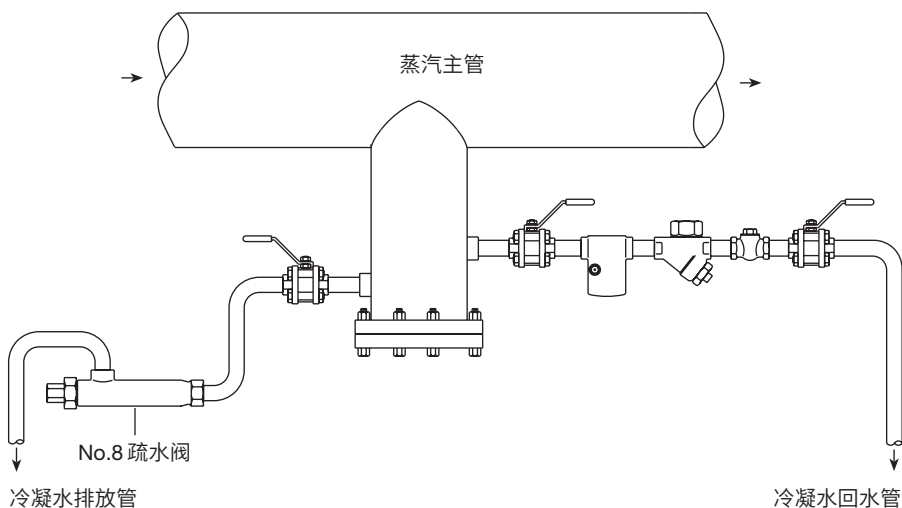

图2
- 3.5** 由于产品具有定温排放的特性，因此可用作关机后排放冷凝水的疏水阀，其出口必须在阀的上面（如图2所示），以保证感温元件完全浸没。流经出口的冷凝水应被引流至低于阀体的排水管出口，并被排放到安全位置。由于产品只能在 60°C 至 100°C (140°F - 212°F) 之间排水，因此可以用作主管疏水阀（疏水直接接入到冷凝水回收管道）的旁路。